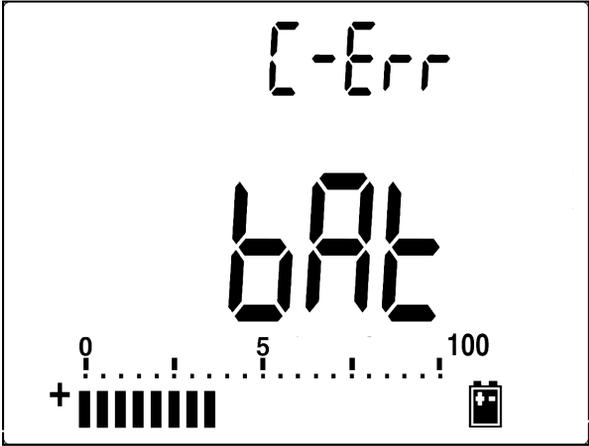

Figure 5-3 Autotest
- 5 Lorsque vous aurez appuyé sur la touche **SHIFT** ou de démarrage automatique, le multimètre commencera à effectuer un autotest pour vérifier si la batterie qu'il contient est rechargeable ou non. Cet autotest dure 2 à 3 minutes. Evitez de manipuler toutes les touches pendant cet autotest. Un message est affiché comme indiqué à Figure 5-3.